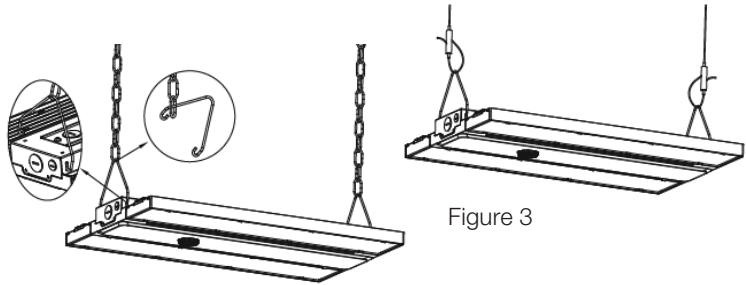
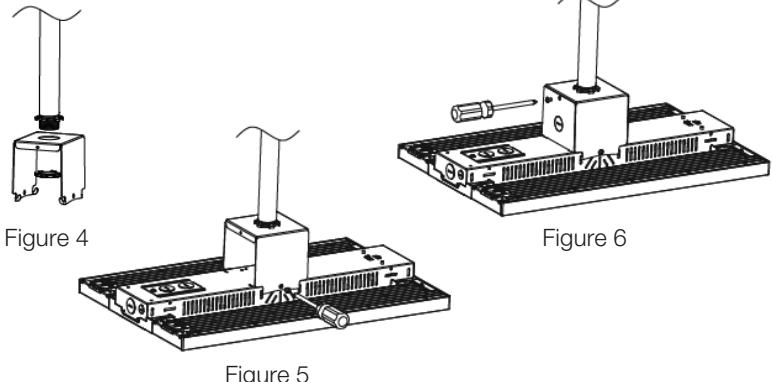
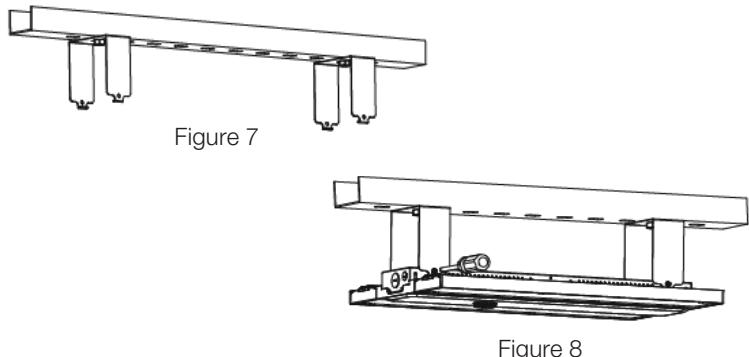

Figure 3
Figure 6
Figure 8
- STEP 1:** Hook the chain/cable and connect with the fixture. See Figure 3.
- STEP 4:** Lock side brackets with screw driver. See Figure 6.
- STEP 2:** Assemble the lamp on the bracket and fix it with screws. See Figure 8.
**INSTALLATION SUSPENDUE: Chaîne/Câble****ÉTAPE 1:** Accrochez la chaîne/le câble et attachez au luminaire. Voir la Figure 3.**ÉTAPE 2:** Fixez la chaîne au rail, réglez la longueur de la chaîne, au besoin.**ÉTAPE 3:** Une fois l'installation sécurisée, choisissez une entrée défonçable de câblage appropriée, branchez les fils selon les normes et codes locaux.**INSTALLATION SUR RACCORD NPT 1,9 CM (3/4 PO)****ÉTAPE 1:** Montez le support sur le raccord NPT 1,9 cm (3/4 po). Voir la figure 4.**ÉTAPE 2:** Serrez le luminaire sur le support. Voir la Figure 5.**ÉTAPE 3:** Branchez les fils selon les normes et codes locaux.**ÉTAPE 4: SERREZ LES SUPPORTS LATÉRAUX AVEC UN TOURNEVIS. VOIR LA FIGURE 6.****INSTALLATION SUR MONTAGE ENCASTRÉ****ÉTAPE 1:** Montez le support sur le rail ou le plafond. Voir la Figure 7.**ÉTAPE 2:** Montez la lampe sur le support et serrez-la avec des vis. Voir la Figure 8.**ÉTAPE 3:** Après le montage, choisissez une entrée défonçable de câblage appropriée, branchez les fils selon les normes et codes locaux.**INSTALLATION: Options d'Accessoires Supplémentaires****Protecteur de Fil**